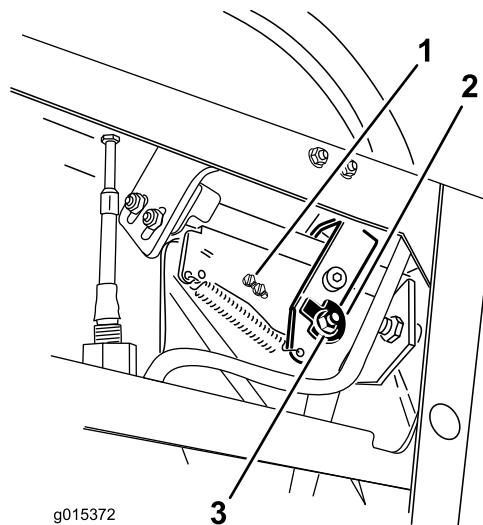
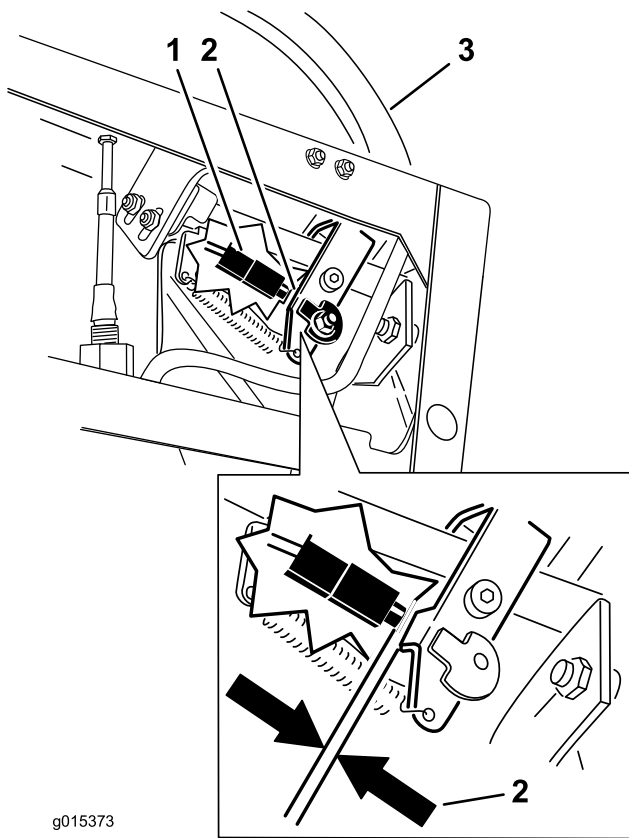

Figura 68
Figura 69
10. Controllate la distanza tra la leva di comando e il comando come indicato nella Figura 69. La distanza deve essere di 3 mm con la leva di controllo del movimento destra in posizione di sblocco in folle.
11. Se necessario, allentate le viti che sorreggono il comando e regolatelo (Figura 68 e Figura 69).
7. Allentate il dado e il bullone che reggono la camma (Figura 68).